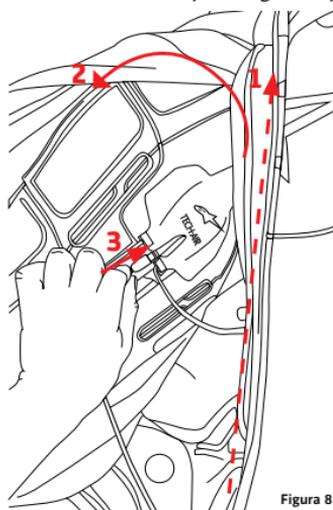

Figura 8
**Suggerimento:** Quando il Tech-Air™ Race Airbag System è installato in una tuta in pelle, la porta Micro USB è facilmente accessibile aprendo una delle cerniere della tuta (1) e sollevando il Vest parzialmente verso l'esterno (Vedi figura 8).
*Suggerimento: È più facile accedere all'interruttore principale (8) aprendo una delle cerniere di fissaggio del Gilet (1) e sollevando parzialmente il Gilet fuori dalla tuta (Vedi figura 8). Dopo l'accensione dell'interruttore generale, la cerniera di fissaggio del gilet deve essere naturalmente ricollegata.*